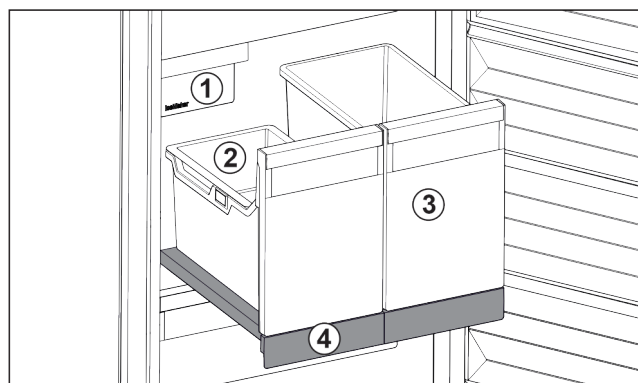

Fig. 99 Raft extractibil cu IceTower
Pe raftul extractibil se află două recipiente înalte (IceTower). În recipientul din Fig. 99 (2) sunt colectate și depozitate cuburile de gheață din IceMaker. Recipientul din Fig. 99 (3) se pretează pentru depozitarea de alimente înalte cum este pizza sau băuturile alcoolice.